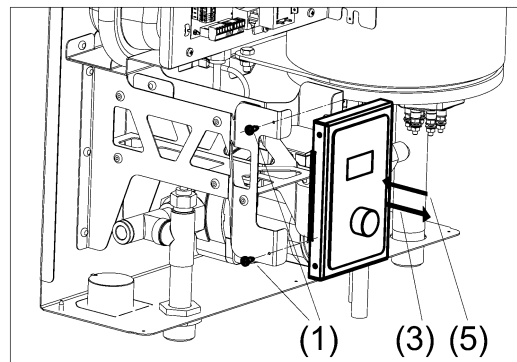

Рисунок 20. Замена блока управления
- (1) Выкрутите по два самореза самореза с левого и правого торца кронштейна (см. рис. 20).
- (2) Аккуратно выдвиньте блок управления на себя.
- (3) Отсоедините коммутационный шнур от прежнего блока управления
- (4) Подсоедините коммутационный шнур к новому блоку управления.
- (5) Поставьте новый блок управления на прежнее место.